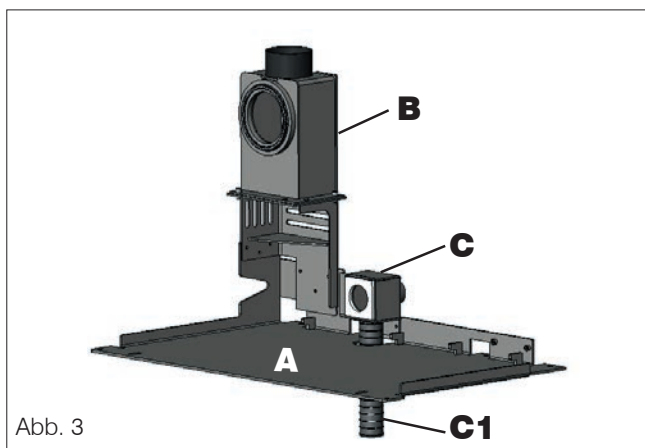

Abb. 3
- Den Rauchabzug (nicht mitgeliefert) auf die Rauchleitung (B) und das Rohr \varnothing 40 mm (C1 - nicht mitgeliefert) auf die Primärluftleitung (C) setzen.
- Das Rohr \varnothing 40 mm (C1 - nicht mitgeliefert) kann von unter der Grundplatte installiert werden (A) siehe Abb. 3.